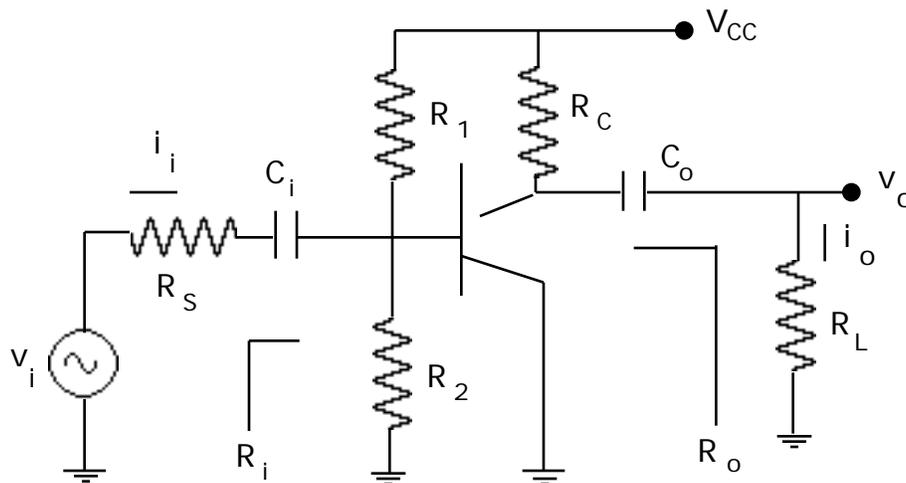

Figura 2.- Amplificador Colector Común
9.- Diseñe un amplificador Colector Común utilizando el esquema de la Figura 2, que cumpla con las siguientes especificaciones:
II. En el circuito de la Figura 2: